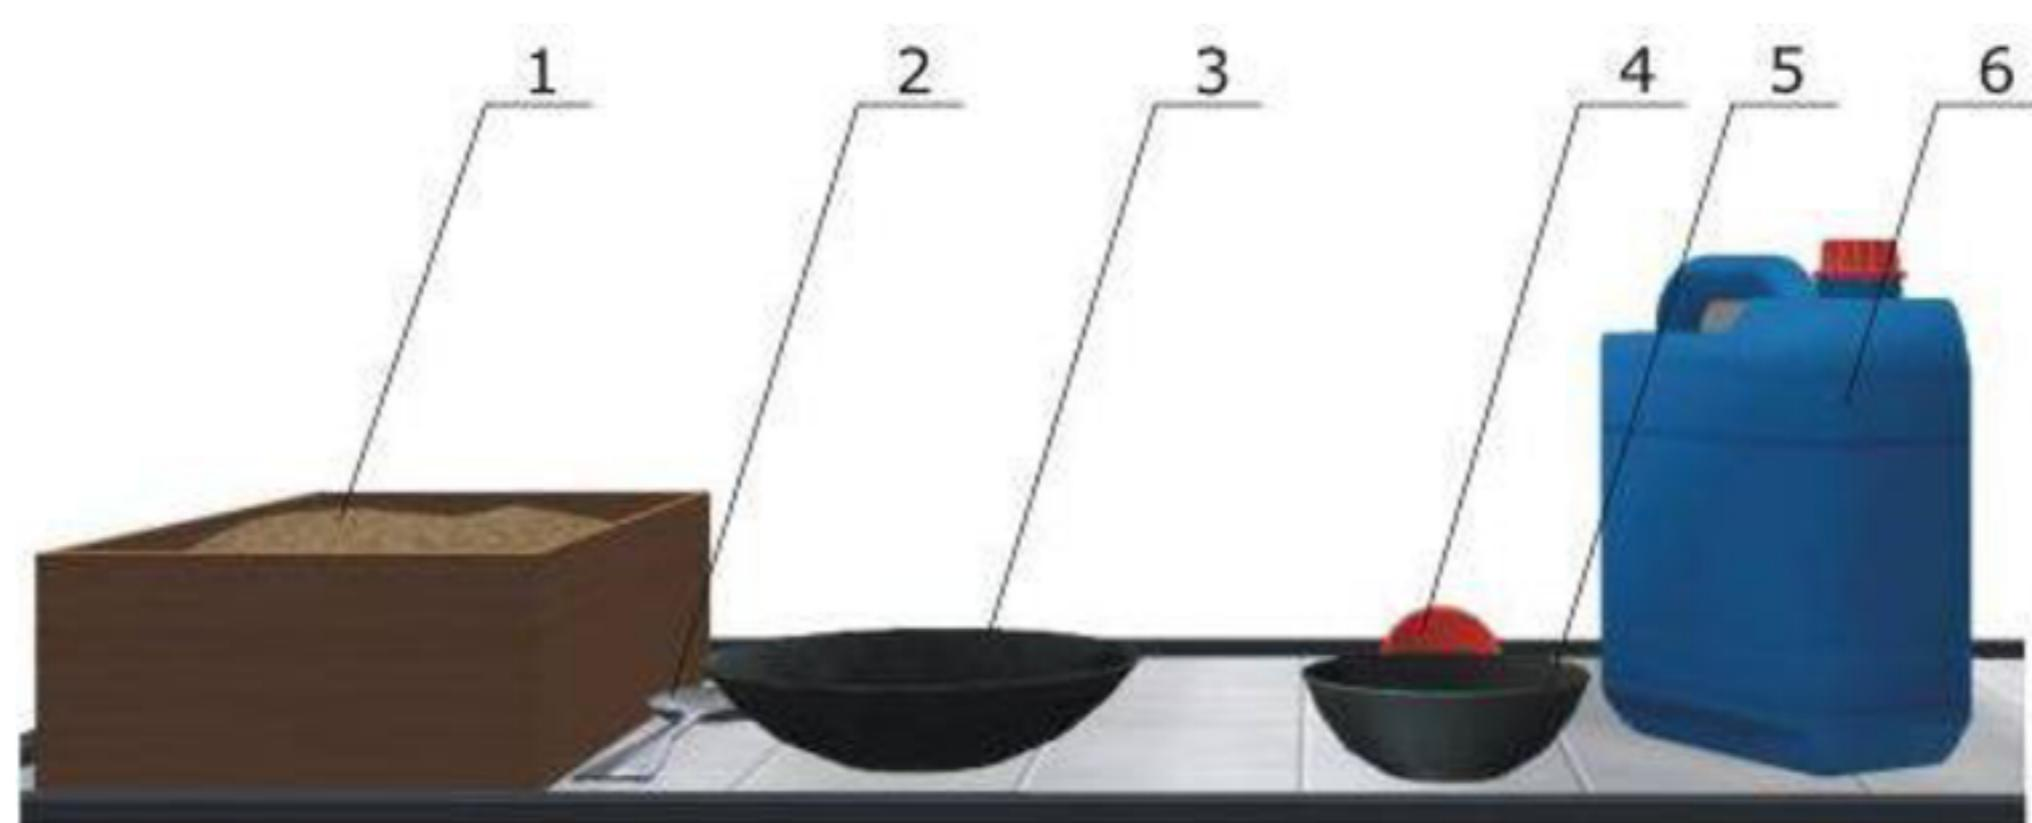

Рис. 4.2. Дополнительное оборудование
На столе находится ящик с песком (1) и ложка для засыпания песка в тигель (2) (рис. 4.2). Также на столе находятся два пустых тигля: больший (внешний) для песка (3) и меньший (внутренний) для масла (5), воронка (4) и канистра для отработанного топлива (6).